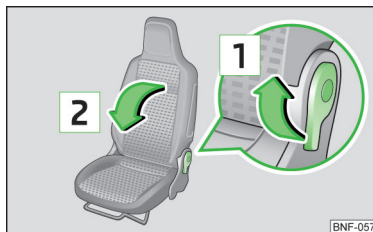

Bild 49
- Dra spaken i pilens riktning **1** » bild 49.